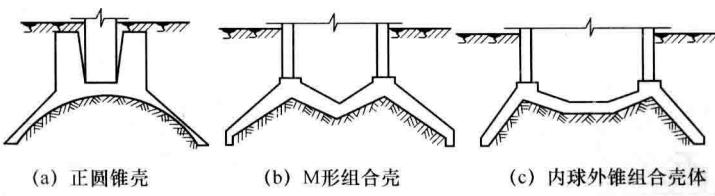

图 1-7 壳体基础图
实例 壳体基础图（图 1-7）
(1) 壳体基础使径向内力转变为压应力为主，可比一般梁、板式的钢筋混凝土基础减少混凝土用量 50% 左右，节约钢筋 30% 以上，具有良好的经济效果。
(2) 壳体基础（见图 1-7）有正圆锥形及其组合形式的壳体基础，用于一般工业与民用建筑柱基和筒形的构筑物（如烟囱、水塔、料仓、中小型高炉等）基础。
(3) 壳体基础施工时，修筑土台的技术难度大，易受气候因素的影响，布置钢筋及浇捣混凝土施工困难，较难实行机械化施工。